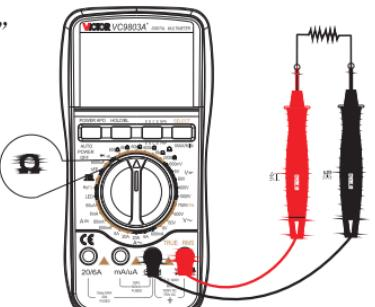

图4
- (1). 在测量前一定要切断被测电源，认真检查输入端及量程开关位置是否正确，确认无误后，才可通电测量。如果不知被测电流值的范围时，应将量程开关置于高量程档，根据读数需要，逐步调低。
- (2). mA输入插孔，输入过载会将内置保险丝熔断，须予于更换。保险丝外形尺寸Φ5x20mm，电气规格600mA/250V，电气规格20A/250V；20A输入插孔，内部有设置保险丝；为了安全使用，每次测量时间应≤10秒，间隔时间应≥15分钟。
- (三). 电阻测量 (图4)